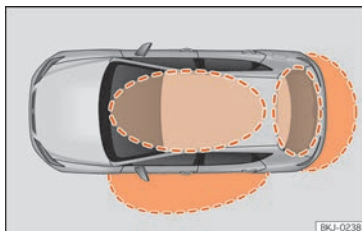
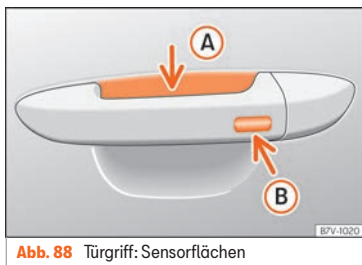

Abb. 87 Keyless Access: Näherungsbereiche.
Abb. 88 Türgriff: Sensorflächen
» Abb. 88
Keyless Access ist ein schlüsselloses Start- und Schließsystem, mit dem das Fahrzeug ohne aktive Fahrzeugschlüsselbenutzung ent- bzw. verriegelt werden kann. Dazu müssen sich lediglich ein gültiger Fahrzeugschlüssel im Erkennungsbereich für den Zugang zum Fahrzeug befinden » Abb. 87 und eine der Sensoren an den Türgriffen berührt werden » Abb. 88 » 1.
Befindet sich ein gültiger Schlüssel in einem der Funktionsbereiche » Abb. 87, erteilt das Schließ- und Startsystem Keyless Access diesem Schlüssel eine Zugangsberechtigung, sobald eine der Sensorflächen an den Vordertürgriffen betätigt wird.
- Umfassen Sie den Fahrertürgriff. Dabei wird die Sensorfläche » Abb. 88 (A) (Pfeil) im Türgriff berührt und das Fahrzeug entriegelt sich.
- Berühren Sie *einmal* den Verriegelungssensor » Abb. 88 (B) (Pfeil) am Griff der Fahrertür. Die Tür, an welcher der Griff betätigt wird, muss geschlossen sein.
- Berühren Sie *einmal* die Sensorfläche » Abb. 88 (B) (Pfeil) am Griff der Fahrertür. Das Fahrzeug ist mit der „Safe“ » Seite 112-Sicherheitssystem verriegelt. Die Tür, an welcher der Griff betätigt wird, muss geschlossen sein.
- Berühren Sie *zweimal* die Sensorfläche » Abb. 88 (B) (Pfeil) am Griff der Fahrertür, um das Fahrzeug zu verriegeln, ohne das Sicherheitssystem „Safe“ zu aktivieren » Seite 112.
Wenn sich ein gültiger Fahrzeugschlüssel in der Nähe » Abb. 87 der Heckklappe befindet, entriegelt die Heckklappe beim Öffnen des verriegelten Fahrzeugs automatisch.
- Berühren Sie die Schließaste  auf dem Funkschlüssel und berühren Sie einmal innerhalb von 5 Sekunden die Verriegelungssensorfläche am Fahrertürgriff »» **Abb. 88** . Greifen Sie nicht am Türgriff, da sich das Fahrzeug sonst nicht verriegelt. Die Deaktivierung kann auch erfolgen, wenn das Fahrzeug über Fahrertürschloss verriegelt wird.
legen Sie einige Sekunden einen Finger auf den Verriegelungssensorfläche »» **Abb. 88**  (Pfeil) am Türgriff, bis die Seitenfenster und das Dach geschlossen sind.
Die Sensoren der Türgriffe können durch einen Wasser- oder Hochdruckdampfstrahl aktiviert werden, sofern sich ein gültiger Schlüssel in der Nähe befindet. Ist mindestens eines der elektrisch betriebenen Seitenfenster geöffnet und wird die Sensorfläche »» **Abb. 88**  (Pfeil) an einem der Türgriffe permanent aktiviert, schließen sich alle Fenster.